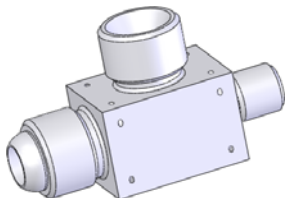

图 9-124 “装饰螺纹线”文件
- 01 打开素材库中的“第9章/9-19 装饰螺纹线.sldprt”文件，如图9-124所示。